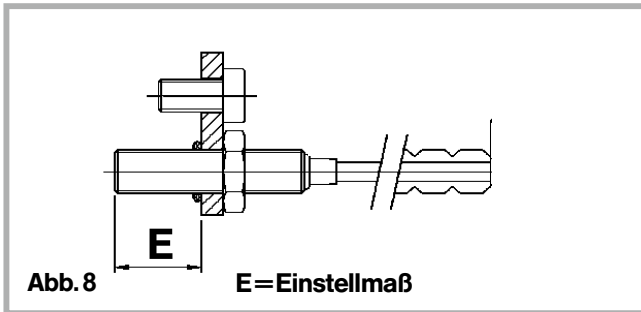

Abb. 8 E = Einstellmaß
- Voreinstellung der Sensoren überprüfen. **Sensoren sind für RO*400 T1 und RO*430 T2 voreingestellt.** Bei den anderen Typen muss das Maß E (s. Abb. 8) entsprechend der Tabelle neu eingestellt werden.